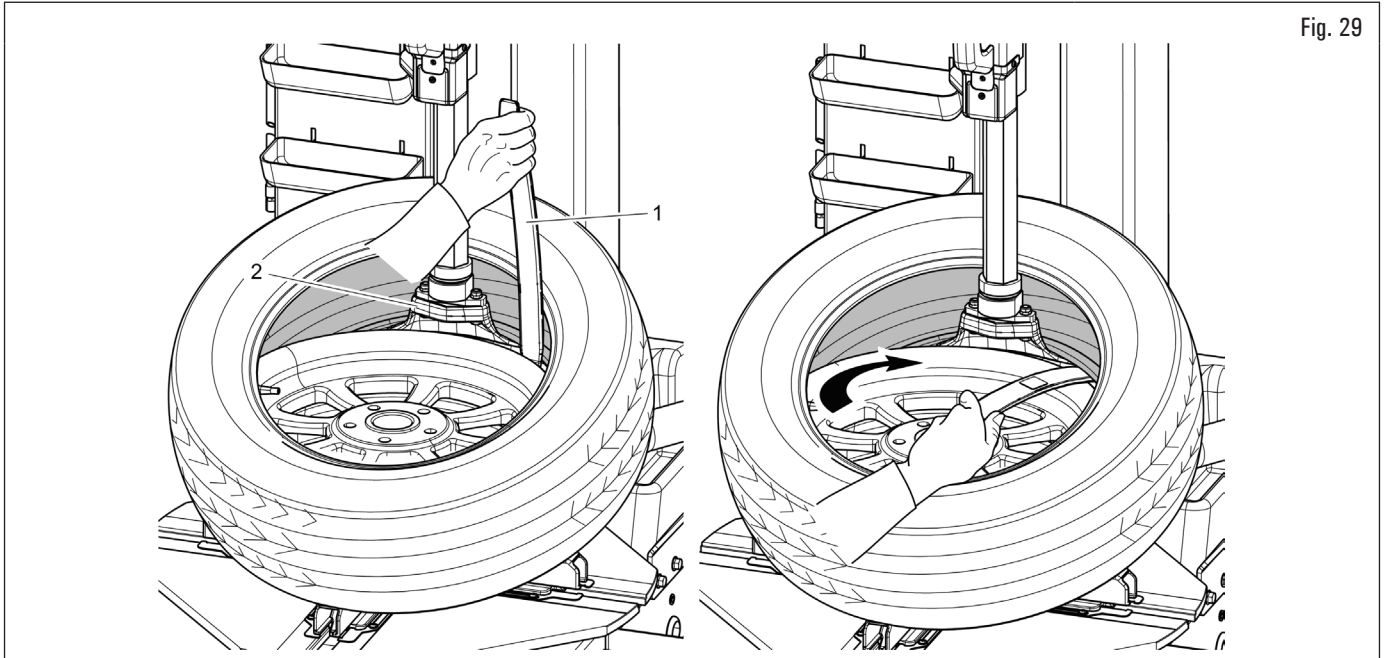

Fig. 29
7. con el auxilio de la palanca (Fig. 29 ref. 1) lleve el segundo talón del neumático a la uña de la cabeza útil (Fig. 29 ref. 2);
8. manteniendo la palanca (Fig. 29 ref. 1) en esta posición hacer girar el mandril en el sentido de las agujas del reloj hasta la total salida del neumático de la llanta;